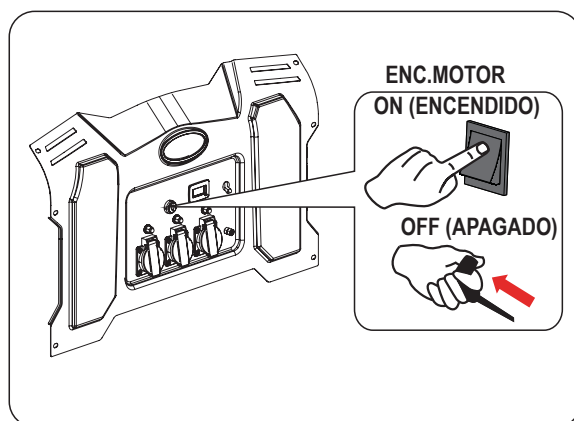

Figura 13 Arranque retráctil
- Para el arranque manual, coloque el interruptor ON/OFF del motor en la posición "ON" (encendido). Tire lentamente de la manija retráctil (cordón del arrancador) hasta que sienta resistencia; a continuación, tire rápidamente de ella. (Consulte la figura 13)